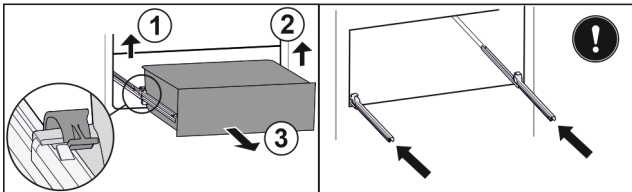

Fig. 154
- ▶ Linke Klemme anheben und gleichzeitig Schubfach links nach vorne ziehen. Fig. 154 (1)
- ▶ Rechte Klemme anheben und gleichzeitig Schubfach rechts nach vorne ziehen. Fig. 154 (2)
- ▶ Schubfach nach vorne entnehmen. Fig. 154 (3)